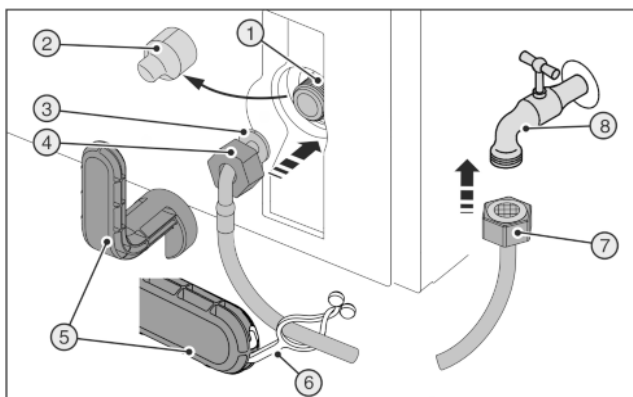
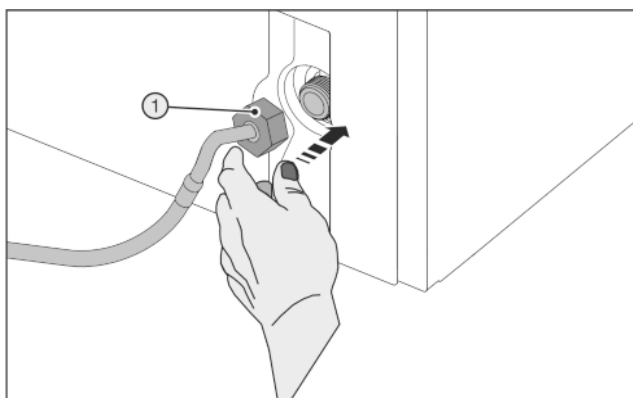

Fig. 28
Fig. 29
Zlomený pomocný nástroj Fig. 28 (5)!
- Používejte pomocné nástroje Fig. 28 (5) výhradně při pokojové teplotě.
- Stáhněte kryt Fig. 28 (2).
- Usnadněná montáž: Rovný konec hadice Fig. 28 (7) položte doleva na podlahu.
- Matici Fig. 28 (4) posuňte přes zahnutý konec hadice Fig. 28 (3) až na konec a držte.
- Nasadte opatrně matici Fig. 29 (1) a dvěma prsty ji rovně našroubujte na závit, až je dosaženo bezpečné usazení.
- Matici Fig. 29 (1) utahujte pomocným nástrojem Fig. 28 (5) ve směru hodinových ručiček, až je dosažen maximální uťahovací moment a pomocný nástroj Fig. 28 (5) se přetáčí.
- Našroubujte matici Fig. 28 (7) na uzavírací kohout Fig. 28 (8).
- Matici Fig. 28 (7) utahujte pomocným nástrojem Fig. 28 (5) ve směru hodinových ručiček, až je dosažen maximální uťahovací moment a pomocný nástroj Fig. 28 (5) se přetáčí.
- Otevřete uzavírací kohout Fig. 28 (8) na přívodu vody a proveďte těsnost celého vodního systému.
- Zahákněte styčník Fig. 28 (6) do pomocného nástroje Fig. 28 (5) a upevněte k uschování na nerezové hadici.